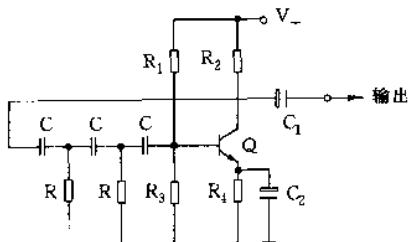

图 2-33
(1) RC 移相振荡电路如图 2-33 所示，其振荡频率可按下式计算：